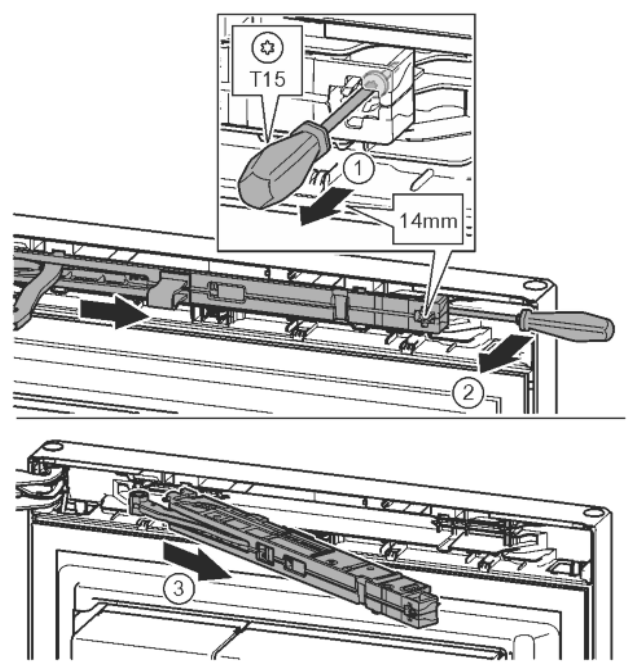

Fig. 15
- ▶ Schroef op de sluitdempereenheid met schroevendraaier T15 ca. 14 mm losdraaien. Fig. 15 (1)
- ▶ Een schroevendraaier aan de kant van de handgreep achter de sluitdempereenheid plaatsen en naar voren draaien. Fig. 15 (2)
- ▶ Sluitdempereenheid eruit trekken. Fig. 15 (3)